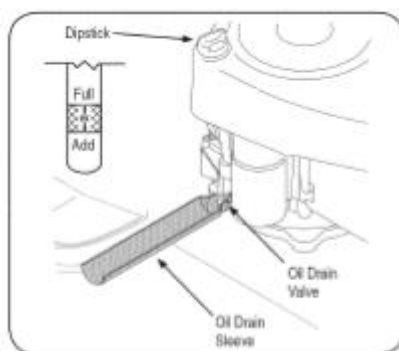

Рис. 9
щупа (см. Рис. 9).
2. Выкрутите крышку маслосливной горловины (см. Рис. 9).